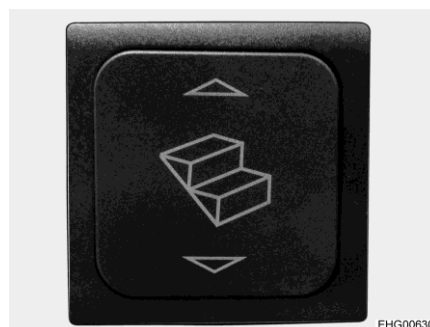

Fig. 1 Commutateur à bascule marchepied
- Appuyer sur le commutateur à bascule (Fig. 1) vers le bas jusqu'à ce que le marchepied soit entièrement sorti.
- Appuyer sur le commutateur à bascule (Fig. 1) vers le haut jusqu'à ce que le marchepied soit entièrement ressorti.